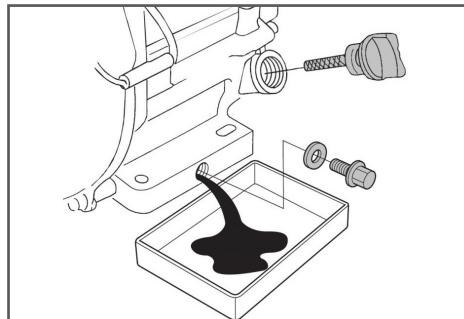

Рис. 27 Замена масла в двигателе
- Открутите пробку для слива масла и слейте отработанное масло в подготовленную для этого емкость (Рис. 27).